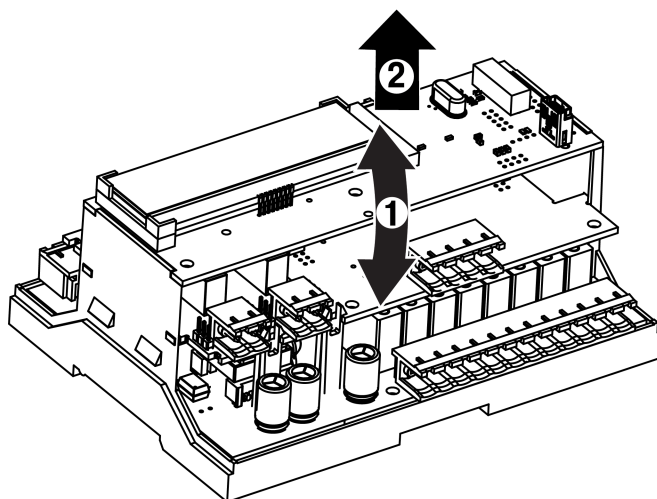

Рисунок 8.10 – Схема разборки ПР200. Демонтаж верхней платы
2. Удерживая у торцов и аккуратно раскачивая, отделить верхнюю плату от штыревых разъемов средней платы (см. рисунок 8.10).